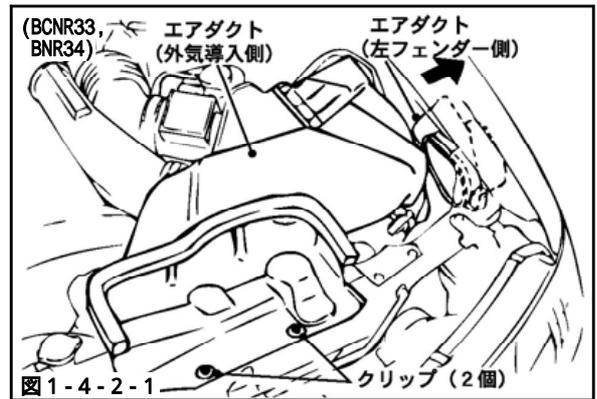

図1-4-2-1
(1) クリップ(2個)を外し、エアダクト(外気導入側)を取外してください。(図1-4-2-1)
(2) エアクリーナケースを取出しやすくするため、エアダクト(左フェンダー内)を図1-4-2-1の矢印の方向に押してください。(図1-4-2-1)
(3) ボルト(2本)を取外してください。(図1-4-2-2)